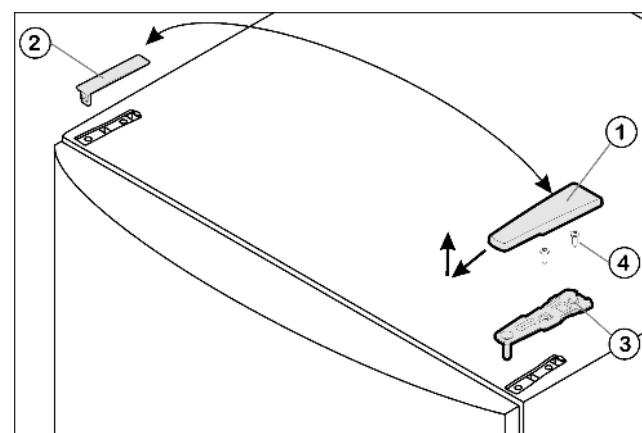

Fig. 4
- Потяните крышку Fig. 4 (1) вперед и вверх.
- Снимите крышку Fig. 4 (2).
- ▶ Открутите верхний опорный кронштейн Fig. 4 (3)(2 шт. Torx® 25) Fig. 4 (4) и вытяните вверх.
- ▶ Установите верхний опорный кронштейн Fig. 4 (3) на новой стороне шарнира и защелкните в дверце.
- ▶ Привинтите верхний опорный кронштейн **(с моментом 4 Нм)** (2 шт. Torx® 25) Fig. 4 (4). При необходимости проделайте отверстия или используйте аккумуляторную отвертку.
- ▶ Наденьте и защёлкните крышку Fig. 4 (1) и крышку Fig. 4 (2) на противоположной стороне снаружи.